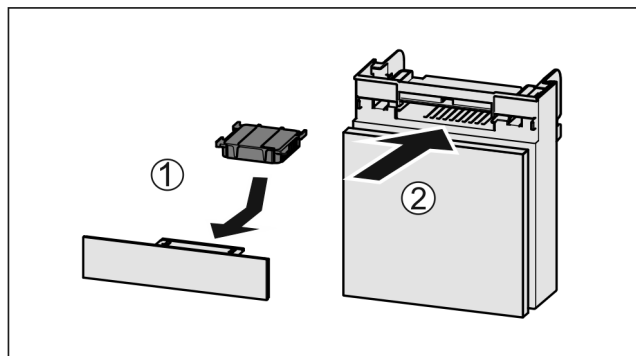

Fig. 158
- ▶ Sett inn Fig. 158 (1) aktivkullfilteret etter figuren.
- ▶ Skyv inn Fig. 158 (2) hyllen.